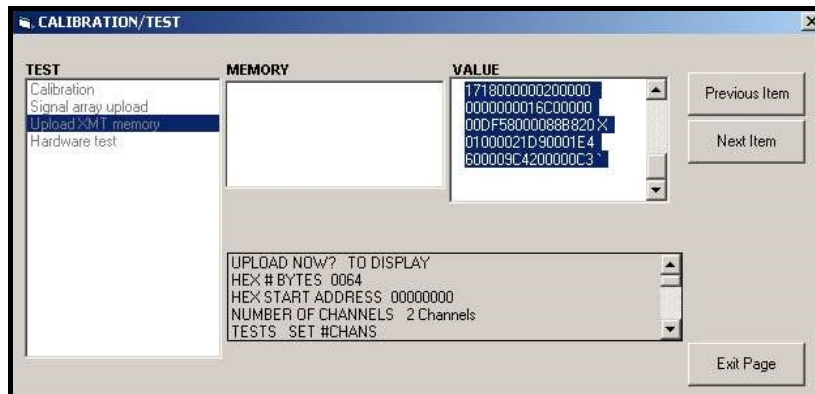

Figure 15: Données de mémoire XMT868i affichées sur PanaView
- Si vous double-cliquez sur To Display, le volet droit de la fenêtre ressemble à la Figure 15 et les données sont disponibles pour une évaluation immédiate. Cliquez sur [Quitter la page] pour fermer la fenêtre et revenir à la section Étalonnage/ Test menu..